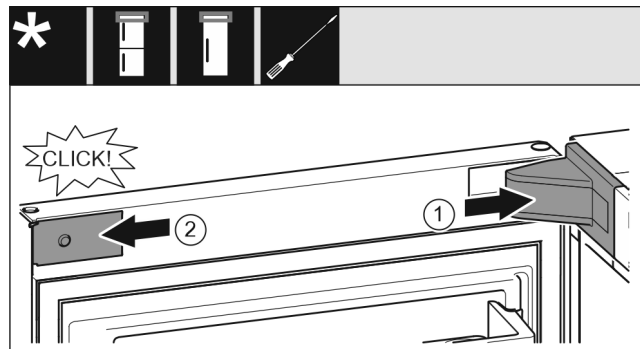

Fig. 20
- ▶ Nasadíte kryt ložiskovej konzoly a zaistíte, príp. opatrne roztlačíte. Fig. 20 (1)
- ▶ Z boku nasadíte a zaistíte kryt. Fig. 20 (2)